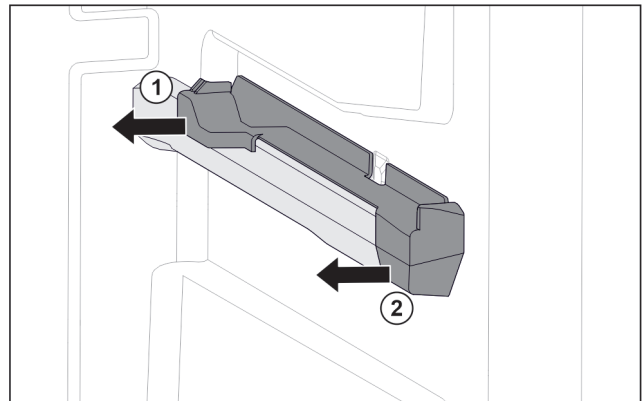

Fig. 73 Aufsteckteil auf der rechten Behälterrippe
- Aufsteckteil hinten zur Seite abziehen. Fig. 73 (1)
- Aufsteckteil vorne zur Seite abziehen. Fig. 73 (2)